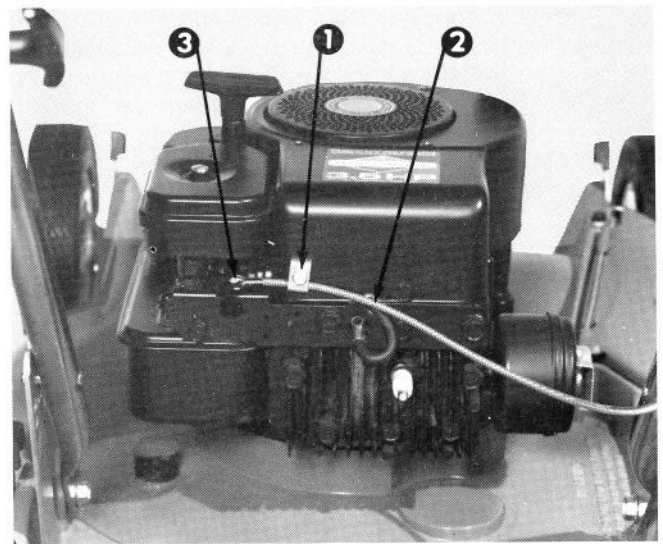

Figure 28
3. Desserrez la vis du serre-câble jusqu'à ce que le câble de commande des gaz puisse glisser librement (Fig. 28).
4. Déplacez le bras de commande du carburateur vers la droite jusqu'à ce qu'il vienne en contact avec le support de connexion à la masse (Fig. 28). Tirez le câble de commande des gaz légèrement pour enlever tout le jeu, et serrez la vis du serre-câble pour bloquer l'ajustement.